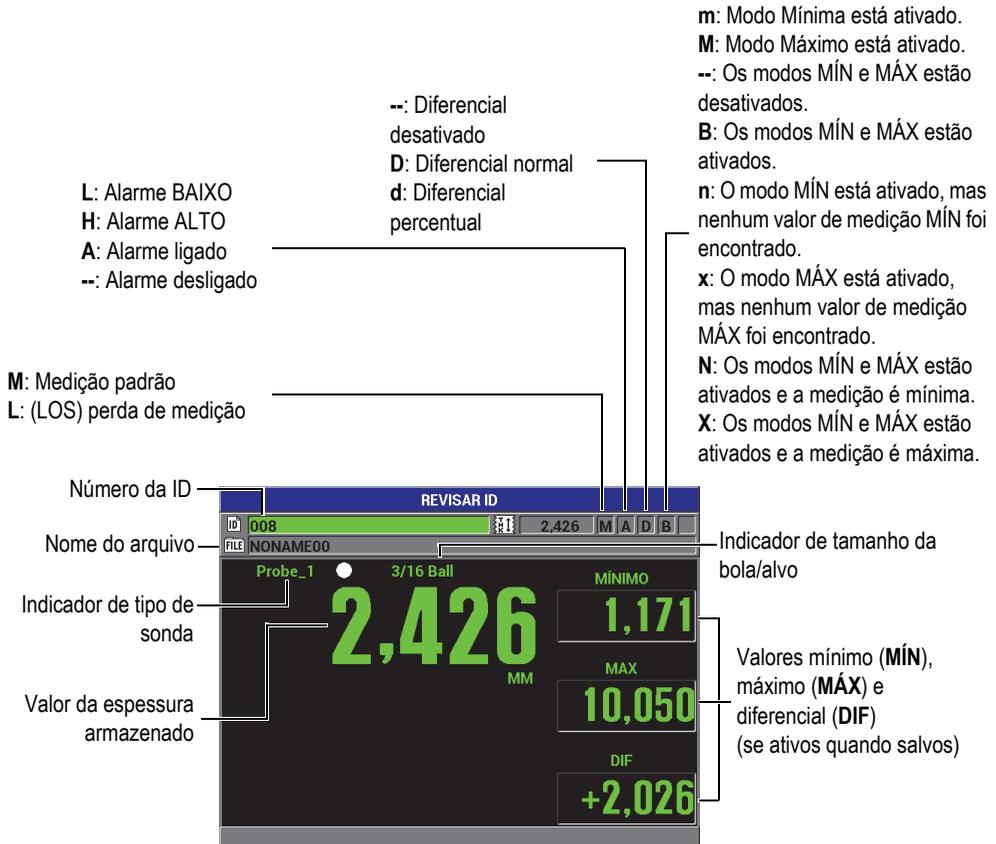

Figura 7-15 Tela REVISAR ID
A Figura 7-15 na página 141 mostra um exemplo de tela de revisão de ID e descreve o seu conteúdo. Os indicadores são as mesmas abreviações de uma letra para as palavras de status que são transmitidas pelo medidor usando os comandos de envio.
2. Na tela de medição, pressione [ID#] para abrir a tela **REVISAR ID** (ver a Figura 7-15 na página 141):